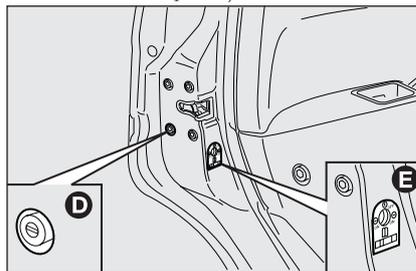

fig. 12
- enclenchement du dispositif **D-fig. 12** verrouillage ouverture de l'extérieur des portes avant et arrière lorsque le circuit électrique ne fonctionne pas (par ex. batterie épuisée) ;
- enclenchement du dispositif de sécurité enfants **E-fig. 12** sur les portes arrière.